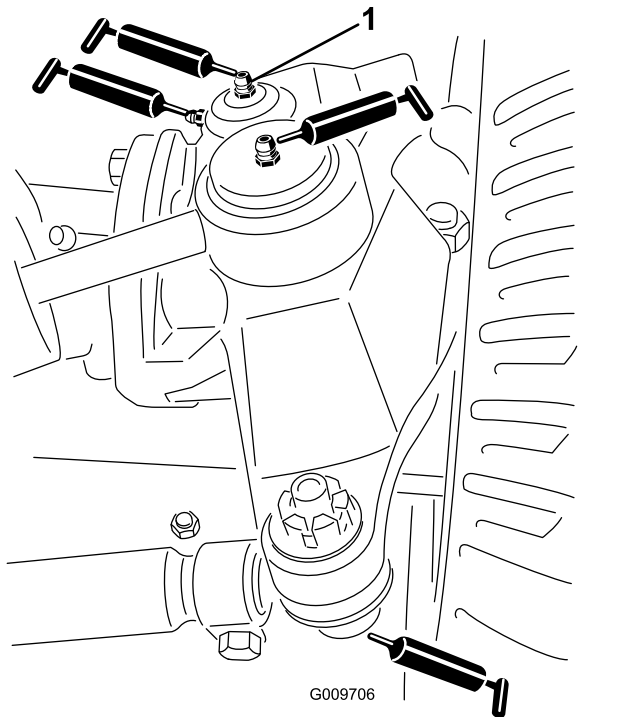

图 48
- 转向油缸球窝接头 (2) (图 48)
- 横拉杆球窝接头 (2) (图 48)
- 主销轴套 (2) (图 48)。主销顶部接头应每年润滑一次 2 个泵。